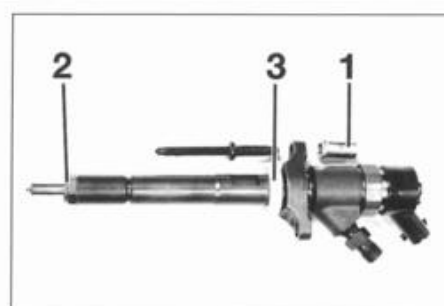

FIG. 35
- las tuercas (1) (fig. 35).
- las juntas (2).
- los retenes inyectores (3).